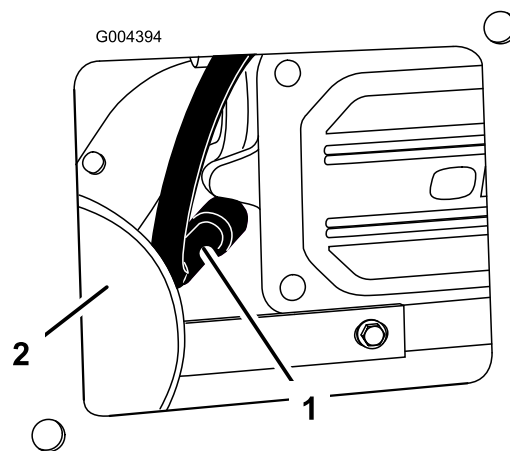

Figura 37
3. Staccate il cappellotto della candela (Figura 37). Pulite intorno alla candela per evitare che la morchia penetri nel motore e lo danneggi.
3. Collegate il cappellotto alla candela (Figura 37).